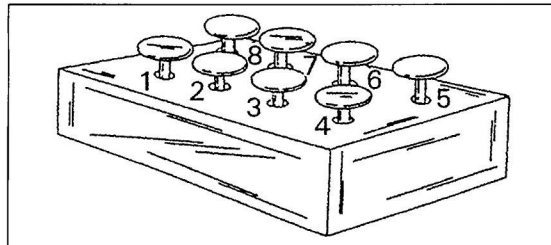
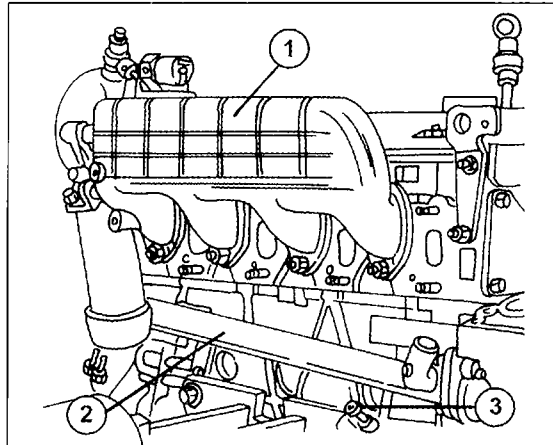
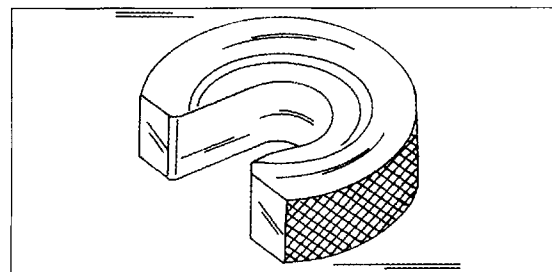
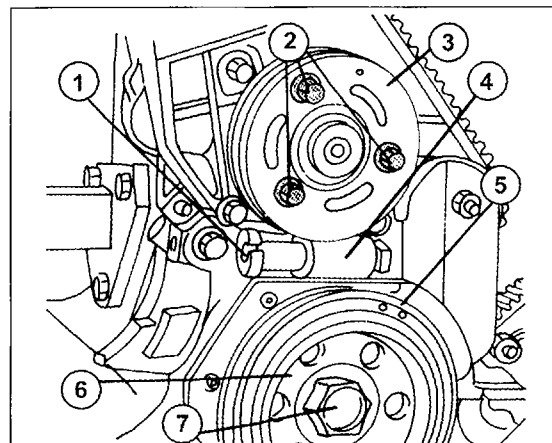

Bild 38
Bild 45
Bild 48
Bild 49
- Eine M14-Mutter besorgen und mit einer Säge einen Schlitz einsägen, wie man es in Bild 38 sehen kann. Diese abgeänderte Mutter wird zum Ausbau des Zahnriemens gebraucht. Zum Ausbau die Spannfeder für den Riemenspanner zusammendrücken und die Mutter an der gezeigten Stelle einschieben, um den Kolben des Riemenspanners in seiner Lage zu halten. Danach den Zahnriemen ausbauen, wie es an getrennter Stelle beschrieben wird.
des Zahnkranzes einsetzt oder eine „Schwungradbremse“ benutzt, wie man es in Bild 45 sehen kann. Die Kupplung nach Kennzeichnung abschrauben. Das Schwungrad einstweilen an der Kurbelwelle lassen.
- Ein Spezialwerkzeug wird für die nächste Arbeit in der Werkstatt benutzt. Das Werkzeug hat das in Bild 48 gezeigte Aussehen und wird in der in Bild 49 gezeigten Weise in den Zahnriemenspanner unter der Riemenscheibe der Wasserpumpe eingeschoben. Dadurch wird der Zahnriemenspanner entlastet um den Zahnriemen frei zu machen. Die Schrauben (2) herausdrehen und die Riemenscheibe der Wasserpumpe (3) abziehen. Unter der Riemenscheibe sitzen die vier Schrauben der Wasserpumpe. Die Schrauben lösen und die Wasserpumpe mit dem zusammengedrückten Zahnriemenspanner abnehmen. Ebenfalls kann man eine M14-Mutter benutzen, die in der in Bild 38 gezeigten Weise auf einer Seite aufgesägt wurde. In diesem Fall die Spannerfeder zusammendrücken und die Mutter einsetzen, wie man es in Bild 38 sehen kann. Den Zahnriemen danach ausbauen, wie es im betreffenden Kapitel beschrieben wird.
- Schwungrad gegen Mitdrehen halten (Bild 45) und die Schraube in der Mitte der Riemenscheibe lockern und ausschrauben (7, Bild 49). Die Riemenscheibe (6) abziehen und das hinter der Riemenscheibe sitzende Schutzblech (5) entfernen.